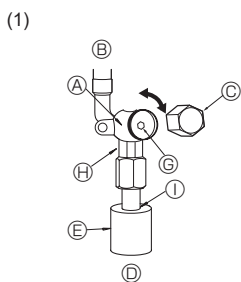
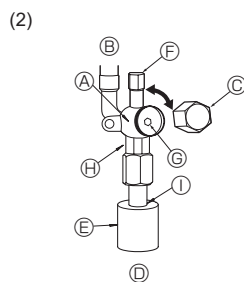

Fig. 4-5
Fig. 4-6
- (1) Instalația de gaz (Fig. 4-5)
- ① Scoateți capacul și rotiți tija supapei în sens antiorar până la capăt folosind o cheie hexagonală de 5 mm. Opriteți rotirea când aceasta atinge opritorul. (ø15,88: aproximativ 13 rotații)
- ② Asigurați-vă că supapa de oprire este deschisă complet și rotiți capacul înapoi în poziția inițială.
- (2) Instalația pentru lichid (Fig. 4-6)
- ① Scoateți capacul și rotiți tija supapei în sens antiorar până la capăt folosind o cheie hexagonală de 4 mm. Opriteți rotirea când aceasta atinge opritorul. (ø9,52: aproximativ 10 rotații)
- ② Asigurați-vă că supapa de oprire este deschisă complet, împingeți maneta și rotiți capacul înapoi în poziția inițială.